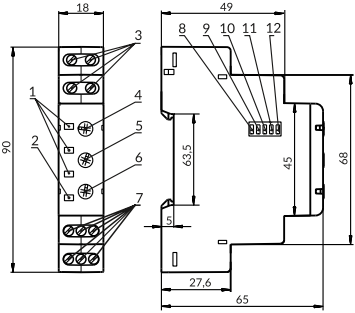

Рисунок 1
1) Переключателями срабатывания защиты (поз. 8 - 11 рис. 1) включите необходимые защиты.
2) Переключателем 380 В / 400 В (поз. 12 рис. 1) установите тип используемой сети.
4) Регулятором Uном ±% (поз.4 рис. 1) установите необходимый порог срабатывания по максимальному и минимальному напряжению в процентах от номинального напряжения питания сети.
5) Регулятором Тоткл (с) (поз.6 рис. 1) установите время срабатывания защиты по максимальному напряжению и по перекосу фаз.
6) Регулятором Твкл (с) (поз.5 рис. 1) установите время АПВ.
1. Если Вы планируете использовать изделие в режиме «Контроль максимального напряжения» (разд. «Работа изделия»), разрыв питания катушки КМ необходимо подключить к клеммам C1-NC1 (C2-NC2) (обратная логика включения). Переключатель Umax (поз. 8 рис. 1) переместите в положение «Включено», а переключатели ≡, ∟∟, Umin – в положение «Откл».